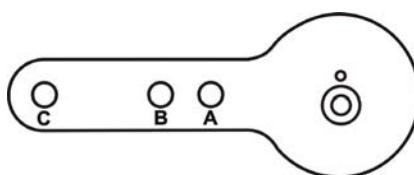

Abbildung 13 Hebel für Masoneilan Modell 87/88 Multispring Actuator
3. Wählen Sie Montageloch A, B, C oder D für den Hub des Ventils. Zum Beispiel ist Loch B in Abbildung 13 auf Seite 27 gezeigt für eine Größe 10 Antrieb mit 1,0 "Schlaganfall. Wenn nicht anders angegeben, wird der SVI II AP Montage setzt voraus, dass sich das Stellglied in der normalen aufrechten Stellung. Das Montageloch in der Schlitzöffnung des Befestigungsbügels ist bei der gegenüber dem Stellglied mit dem Stellglied in der aufrechten Stellung verbleiben.
6. Befestigen Sie den rechten Gewindestange Ende an den SVI II AP Hebel mit einem 1/4-20 x 1 "Sechskantschraube und Mutter, wie dargestellt. Der Hebel Lochposition verwendet werden soll, hängt von der spezifischen Ventilhub. Siehe Abbildung 13 auf Seite 27 und der Kolbenventilgestänge Selection, Tabelle 4 auf Seite 28.